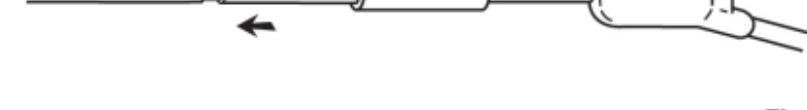

Fig. 5
- Deslizar las cánulas metálicas pequeña y grande dentro de las luces del catéter hasta que el extremo del catéter de recambio esté a unos 3 mm del extremo del catéter (Fig. 5).